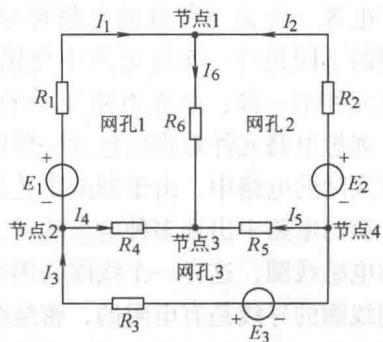

图 1-4 例 1-1 电路
**例 1-1** 在如图 1-4 所示电路中，判断电路中的支路数、节点数、回路数及网孔数。